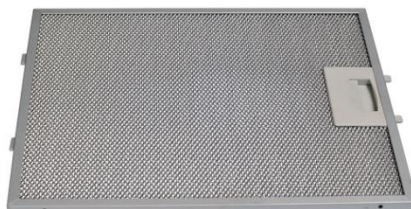

Рис. 2
2. Снимите алюминиевый жирособиравший фильтр (рис. 2).
7. Установите жироулавливающий фильтр (рис. 2).